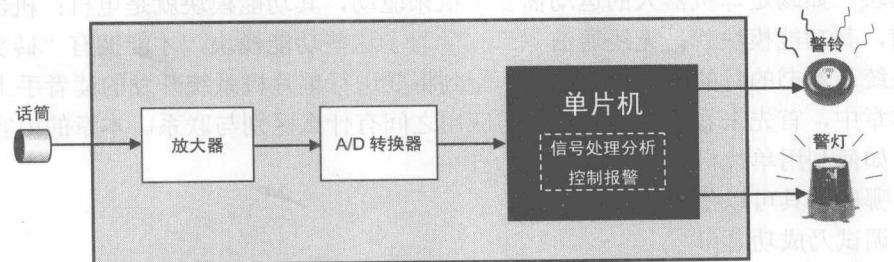

图 1-3 玻璃打碎报警器的系统结构框图
有了功能模块，并掌握了接口方法，就可以规划它们之间的关系。它们之间的关系呈现在纸上就是系统的结构框图，如图 1-3 所示（放大、A/D 转换的内容在后面的章节会有详细介绍）。
在如图 1-3 所示的系统结构框图中，话筒把声音信号转换成电信号，经过放大器的放大、A/D 转换器的数字化后输入单片机中进行处理和分析，如果判断出是玻璃破碎的声音信号，则驱动警灯和警铃发出警报。
根据系统结构框图，就可以开始设计实际系统的电路原理图（简称电路图）。电路图是对结构框图进一步的细化，用实际的电子器件取代结构框图中的模块，并使用导线具体化模块之间的关系，如图 1-4 所示。对照图 1-3 可以发现，电路图与系统框图是对应的，从左到右被虚线分成话筒、放大器、A/D 转换器、单片机、警灯和警铃等电路模块。
注意，系统框图（图 1-3）的单片机模块中的白色字体的注释为：信号处理分析，控制报警，这是单片机将要完成的任务之一。想象一下，当报警器工作时，环境中有许多噪声，如马路上的汽车喇叭、人的说话声、小猫/小狗的叫声、他人轻轻敲击玻璃的声音等，这些声音与玻璃被打碎时的“噼里啪啦”响声是截然不同的，如果使用示波器观察图 1-4 中的节点 T 的信号，可以比较一般背景噪声（如图 1-5（b）所示）和玻璃被打碎时的声音的波形（如图 1-5（a）所示）。
2. 联系图 1-3 和图 1-4，分析系统框图和电路图是如何对应的。